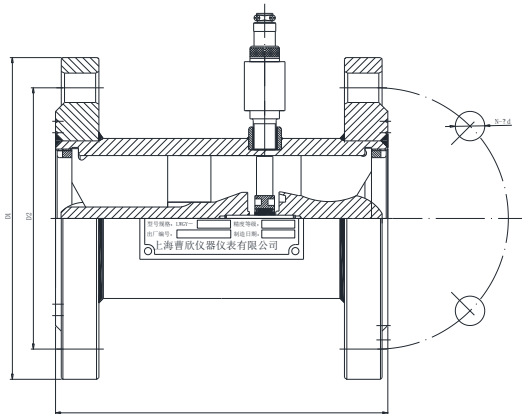

图 4-2 DN40 ~ 300 外形
b). 公称通径 DN40 ~ 300 的气体涡轮流量传感器(见图 4-2, 表 4-2)